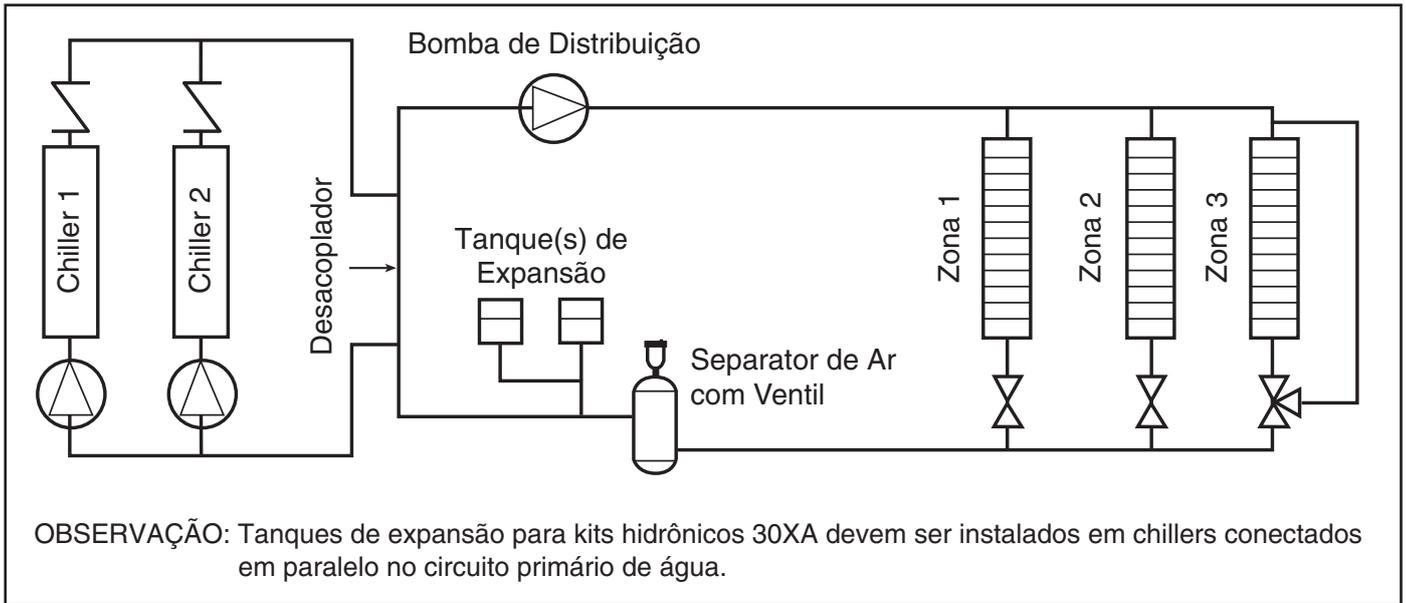

Fig. 20 - Separador de Ar Típico e Localização do Tanque de Expansão nos Sistemas Secundário-Primário
2. Instale um separador de ar no circuito da água, no local onde a água está em temperaturas mais altas e pressões mais baixas - geralmente na tubulação de retorno da água do chiller. No sistema secundário-primário, a água de temperatura mais alta está geralmente no circuito secundário, perto do desacoplador. A preferência deve ser dada para esse ponto do sistema (veja a Fig. 20). Nos separadores de ar centrífugos ou em linha já estão disponíveis no campo.
Onde dois ou mais chillers 30XA com kit hidrônico são instalados em paralelo, não deve haver mais do que um tanque de expansão no sistema, a menos que interligados em comum como visto na Fig. 20. É permitido instalar o(s) tanque(s) de expansão em uma parte da linha da água de retorno que é comum para todas as bombas, de modo que o tanque seja dimensionado de forma adequada para o volume do sistema combinado.
Se a aplicação envolve dois ou mais chillers em um sistema secundário-primário, um lugar comum para montar o tanque de expansão é na linha de retorno da água gelada, somente antes do desacoplador. Veja a Fig. 20 para colocação do tanque de expansão em sistemas secundário primário.